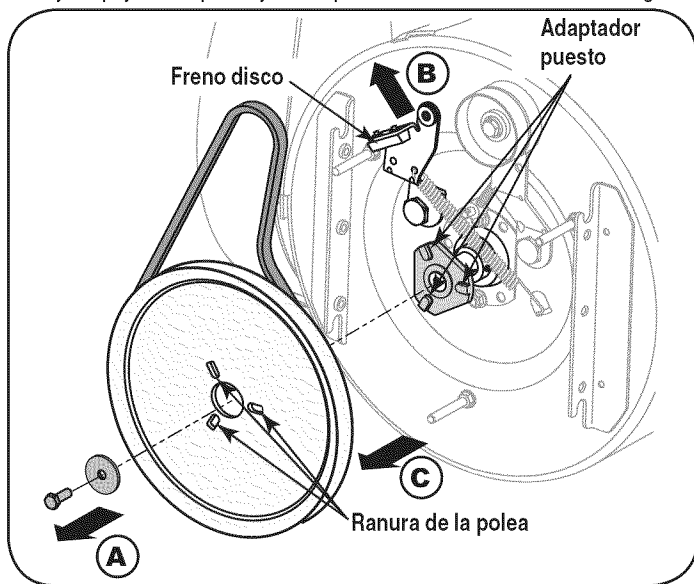

Figura 32
7. Levante el soporte de montaje de freno de la polea ranura (B en la Figura 32) y deslice la polea asamblea fuera de los puestos de la polea del adaptador de barra (C) para eliminar el antiguo cinturón.
9. Gire a la polea que sea necesario para alinear sus tres ranuras de aproximadamente con los puestos de la polea del adaptador y, a continuación, mueva el soporte de freno de montaje fuera del eje de entrada. Si bien la alineación de la polea las franjas horarias y adaptador de puestos, empuje la barra polea plenamente en el adaptador. Consulte la Figura 32.